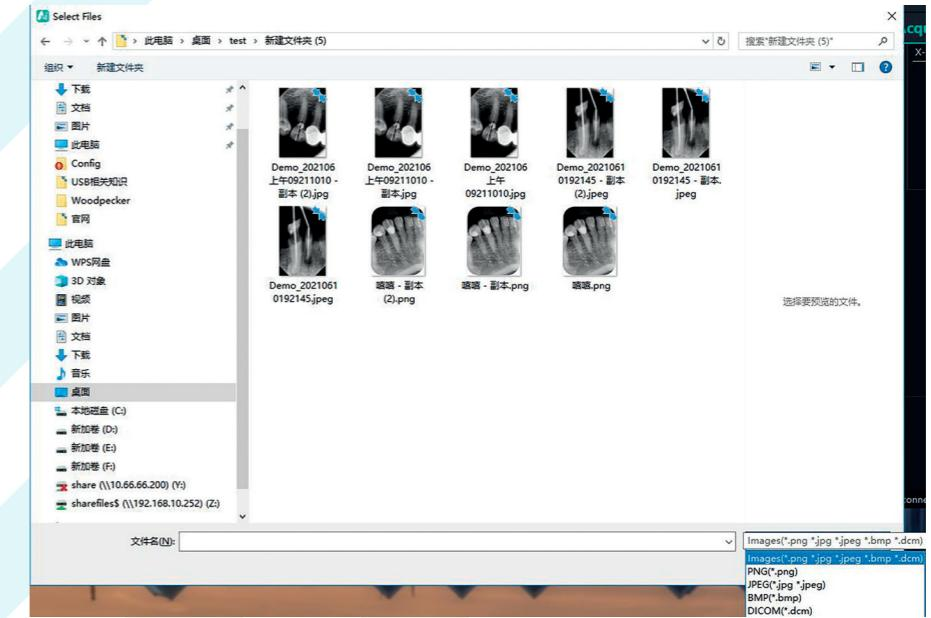
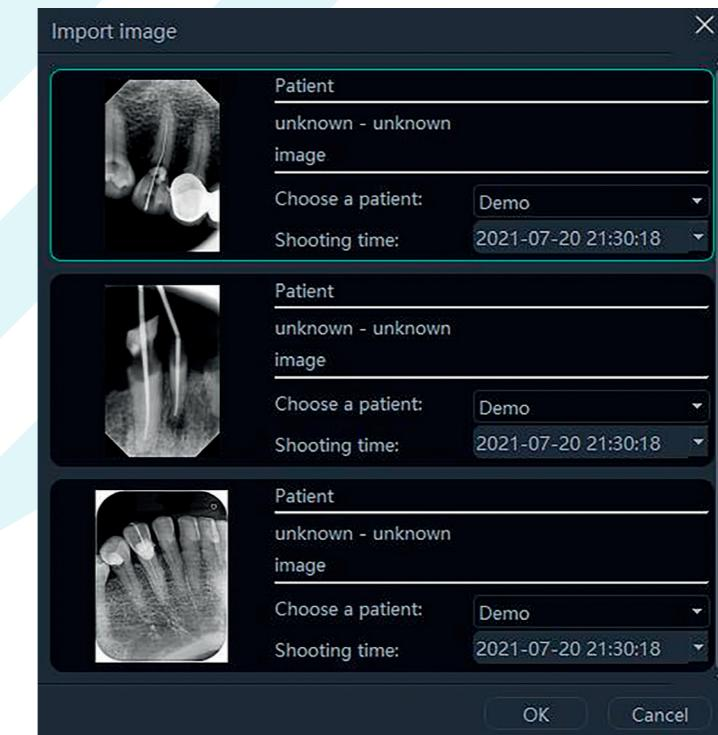

Figura 25
Figura 26
2. Importação de ficheiros. Depois de entrar no software, clique no botão «Acquisition» (Aquisição). Selecione o tipo de dispositivo «File Import» (Importação de ficheiro) e clique em «Import» (Importar) para aceder à interface de seleção de imagens. O software suporta a importação de imagens nos formatos PNG, JPEG, BMP, DCM e outros, conforme mostrado na Figura 25. Após selecionar a imagem, clique em «OK» para aceder à interface «Import image» (Importar imagem), conforme mostrado na Figura 26. Pode selecionar o paciente-alvo e o tempo de captura para cada imagem e clicar em «OK» para guardar a imagem no paciente especificado.